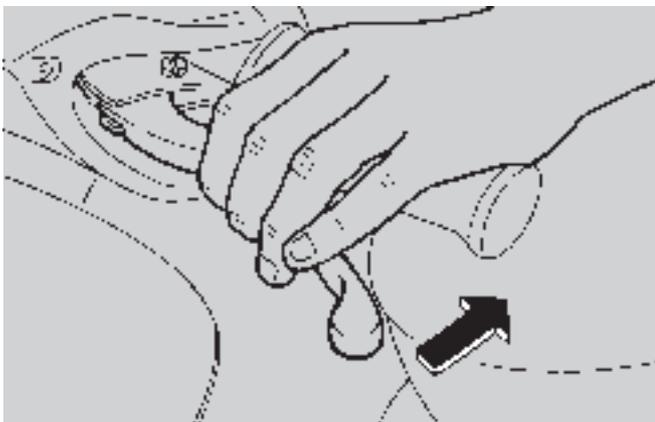

Abb. 20
- ◆ Blockieren Sie wenigstens ein Rad bei gleichzeitigem Betätigen eines Bremshebels (Abb. 20). Wenn das Rad nicht blockiert werden kann, kommt kein Strom an den Anlasser und der Motor kann nicht gestartet werden.
- ◆ Damit das Fahrzeug nicht außer Kontrolle gerät, beide Räder mit beiden Bremshebeln (Abb. 20) abbremsen.